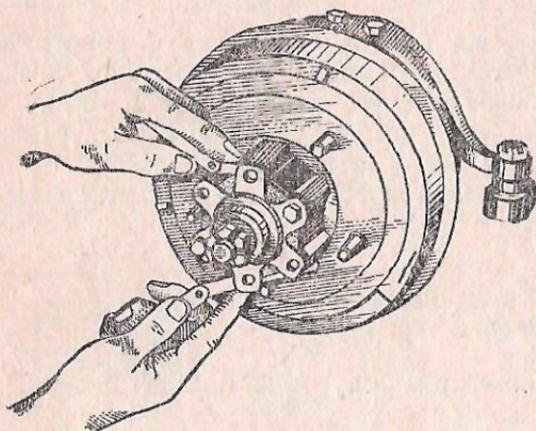

Рис. 67. Измерение зазора между ведущим фланцем и ступицей для определения толщины регулировочных прокладок
3) измерить зазор между фланцем и торцом ступицы щупом (рис. 67). Набрать для постановки под фланец регулировочных прокладок общей толщиной на $0,38—0,90$ мм ($0,015—0,035$ ") больше измеренного зазора. Если зазор отсутствует, то установить под фланец одну прокладку толщиной $0,25$ мм ($0,01$ ");